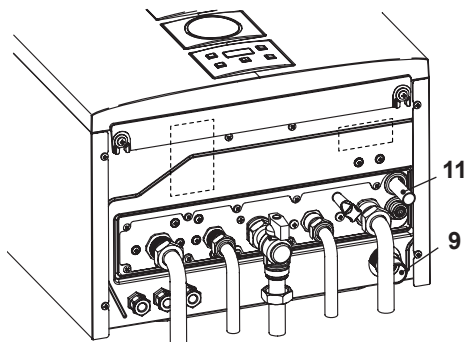

Figura 5.4
- Collegare lo scarico della valvola di sicurezza 11 (Figura 5.4) ad un imbuto di scarico.
sa 9 (Figura 5.4) all'interno del condotto di scarico condensa domestico o nell'imbuto di scarico della valvola di sicurezza, qualora lo scarico sia idoneo a ricevere condensa acida.